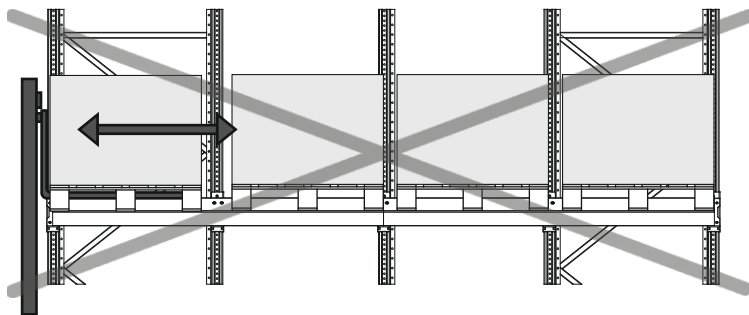

Рисунок 11 - Перемещение грузовой единицы на ложементах
- ▶ Не допускается толкать грузовые единицы грузоподъемной техникой (рис. 11);
- ▶ Не допускается волочение грузовой единицы по ложементам стеллажа (рис. 11);